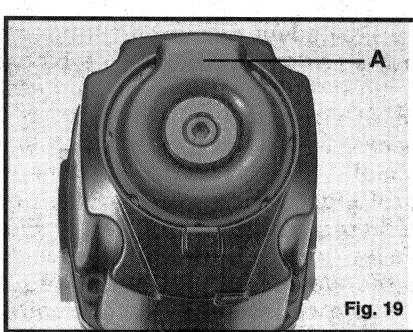

Fig. 19
6. Régler le déflecteur directionnel d'échappement (A) Fig. 19 de manière à diriger les jets d'air d'échappement à distance de l'utilisateur. Le déflecteur d'échappement est muni de sept positions avec cran permettant d'éloigner le souffle d'échappement de l'utilisateur. Saisir le déflecteur et le faire pivoter pour le mettre à la position convenant à la tâche à effectuer.